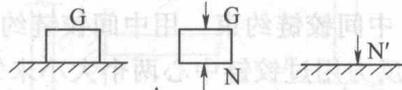

图 1-8 作用力与反作用力
④ 作用与反作用公理：任何两个物体相互作用的力，总是大小相等，作用线相同，但指向相反，并同时分别作用于这两个物体上。如图 1-8 所示的 N 和 N' 为一对作用力与反作用力。